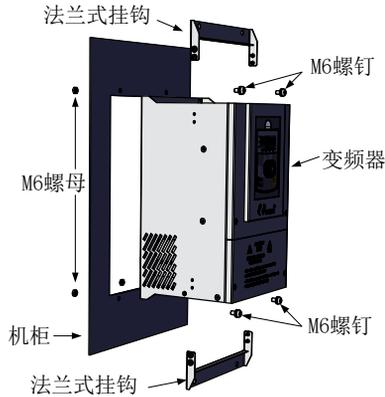

图3-8. CM530H-PLUS变频器钣金结构穿墙式安装图
- 2) 将变频器置入已按尺寸开好安装孔的机柜，并用M6的螺钉和螺母固定; 具体见图3-8 CM530H-PLUS变频器钣金结构穿墙式安装图。